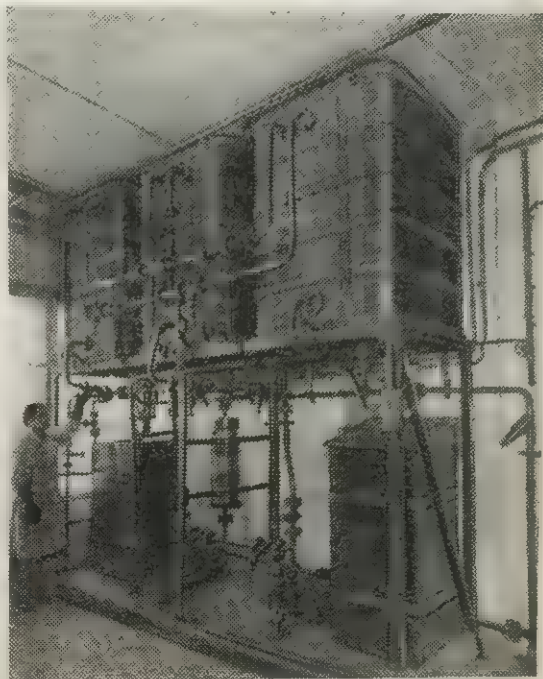

Рис. 151. Составительская растворов
*Руководство составлением растворов.* Растворы для обработки кинопленки (проявители, фиксаж, отбеливающие и др.) составляются работниками цеха в составительской растворов (рис. 151). Рецептатура всех растворов утверждена в технологиче-